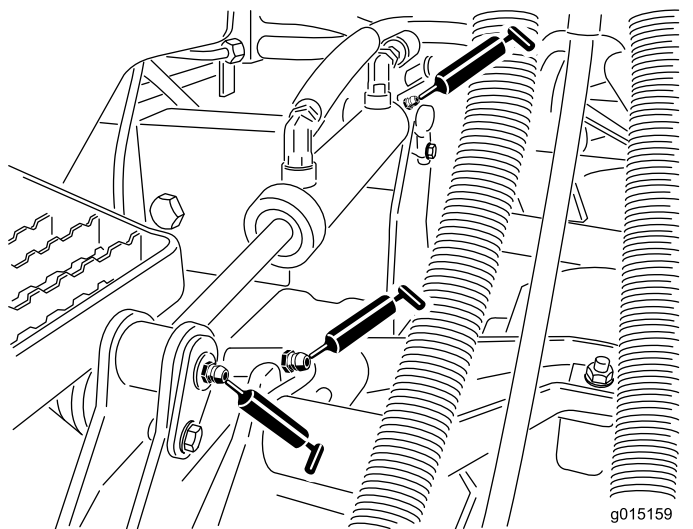

Figura 82
- Boccole (1 per piatto di taglio) del braccio di sollevamento (**Figura 82**).
- Boccole (2 per piatto di taglio) del braccio di sollevamento (**Figura 82**).